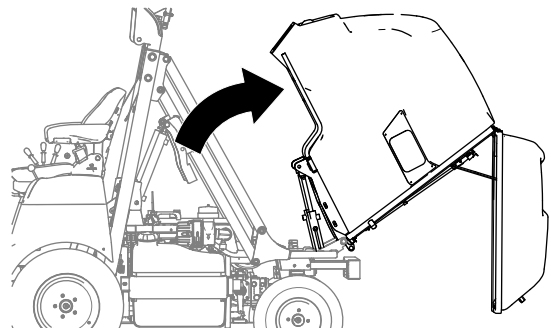

Bild 56
2. Drehen Sie die Fangbox mit der Hand nach oben und rückwärts (Bild 56).